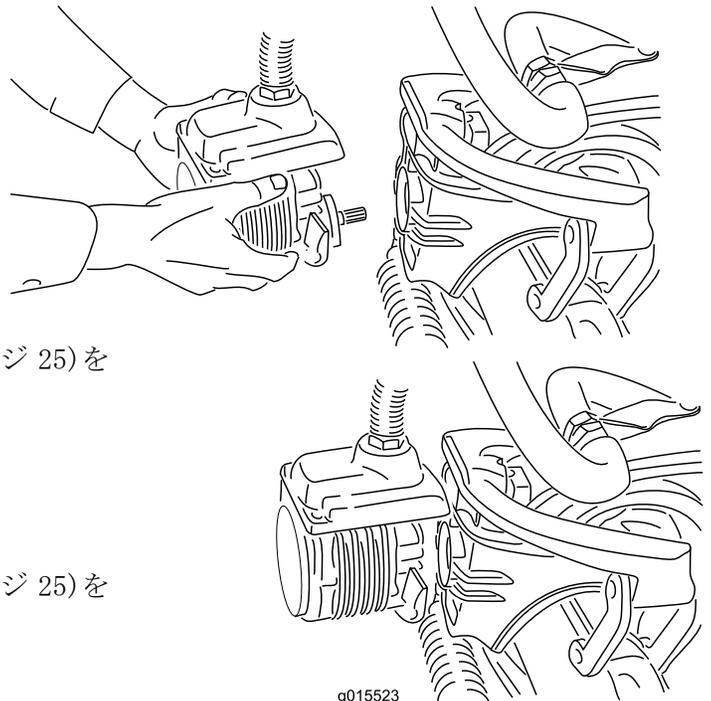

図 40
4. 外したモータは、サスペンション・アームの前方にある一時保管位置にセットしておく(図 40)。